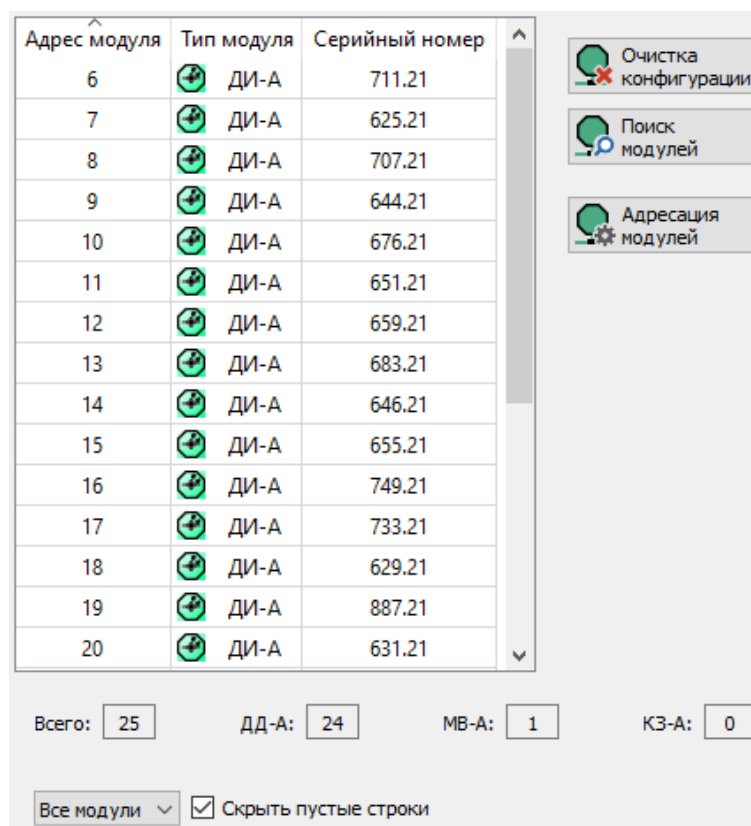

Рис. 6 Панель настройки линейных модулей
- из таблицы линейных модулей (Рис. 6);